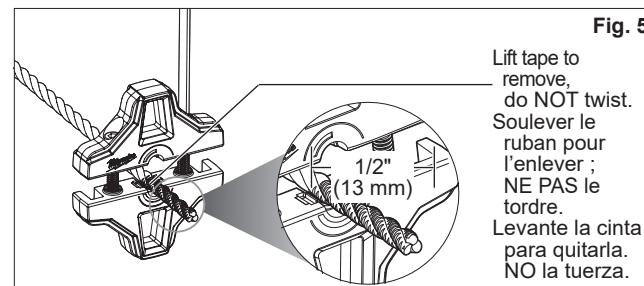

Fig. 5
- Continue threading until 1/2" of tape sticks out of the back of the thread former (Fig. 5).
- To remove the PET tape, loosen screws on the thread former and lift the PET tape (Fig. 5). Make sure not to twist the PET tape when removing.
- Continuer à enfiler jusqu'à ce que 13 mm (1/2") du ruban en sortent de la partie arrière de la matrice de filetage (Fig. 5).
- Pour retirer le ruban PET, dévisser les vis sur la matrice de filetage et soulever le ruban PET (Fig. 5). S'assurer de ne pas tordre le ruban de PET lors de son enlèvement.
- Siga girando hasta que 13 mm (1/2") de la cinta sobresalgan de la parte posterior de la guía de cuerdas (Fig. 5).
- Para quitar la cinta PET, afloje los tornillos en la guía de cuerdas y levante la cinta PET (Fig. 5). Asegúrese de no torcer la cinta PET al momento de quitarla.